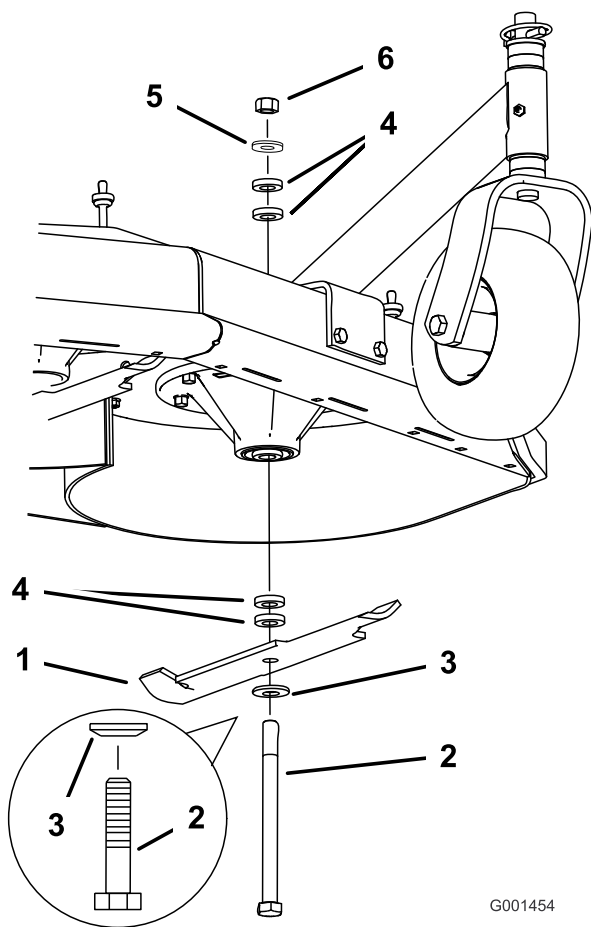

Figura 57
2. Retire a porca, o parafuso da lâmina, a anilha curva, a lâmina, os espaçadores e a anilha fina do eixo (Figura 57).
1. Instale o parafuso, a anilha curva e a lâmina. Selecione o número adequado de espaçadores para a altura de corte e faça deslizar o parafuso para o eixo (Figura 57).
2. Coloque o(s) espaçador(es) adicional(is) e prenda-os com uma anilha fina e uma porca (Figura 57).